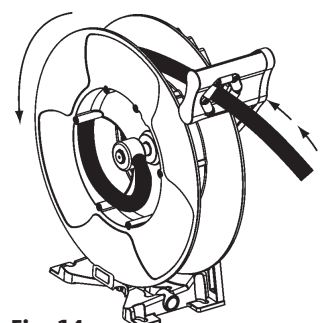

Fig. 14
3. Tire suavemente de la manguera hasta que quede liberada del trinquete y se recoja por si misma (fig. 14).